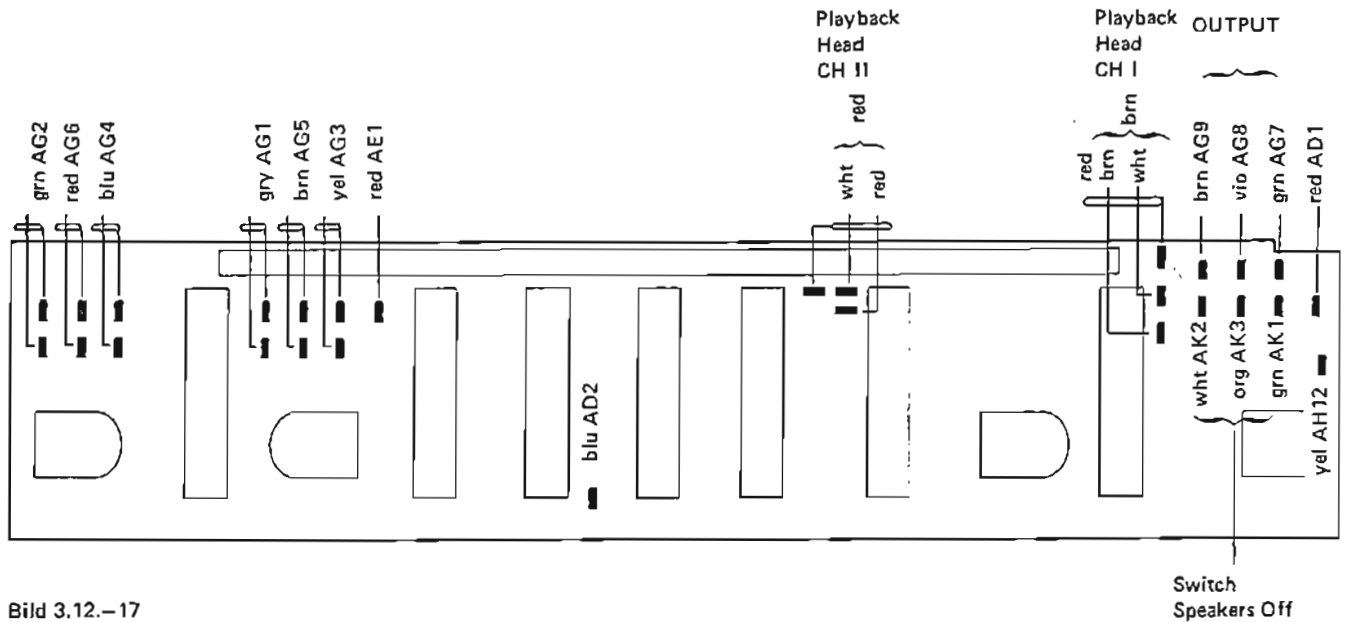

Bild 3.12.-17
3.12. Schalter-Print ausbauen (s. Bild 3.12.-16)
- Alle Steckverbindungen auf dem Schalter-Print lösen (Bild 3.12.-17)
- 5 Befestigungsschrauben E (Bild 3.12.-16) lösen und die ganze Baugruppe nach vorne abheben.
Beim Wiedereinbau des Netzschalters muss die Stellung des Entzerrungsschiebeschalters kontrolliert werden. Falls erforderlich ist eine Neujustierung mit den Schrauben F (Bild 3.12.-16.) vorzunehmen (S. auch 5.1.)